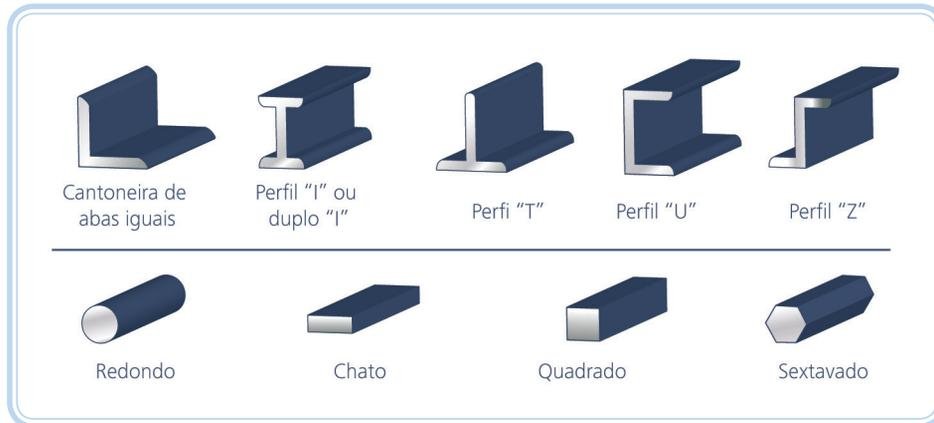

Figura 1.5: Perfis
a) **Vergalhões e perfilados** – são vergalhões laminados em perfis especiais, tais como na Figura 1.5.